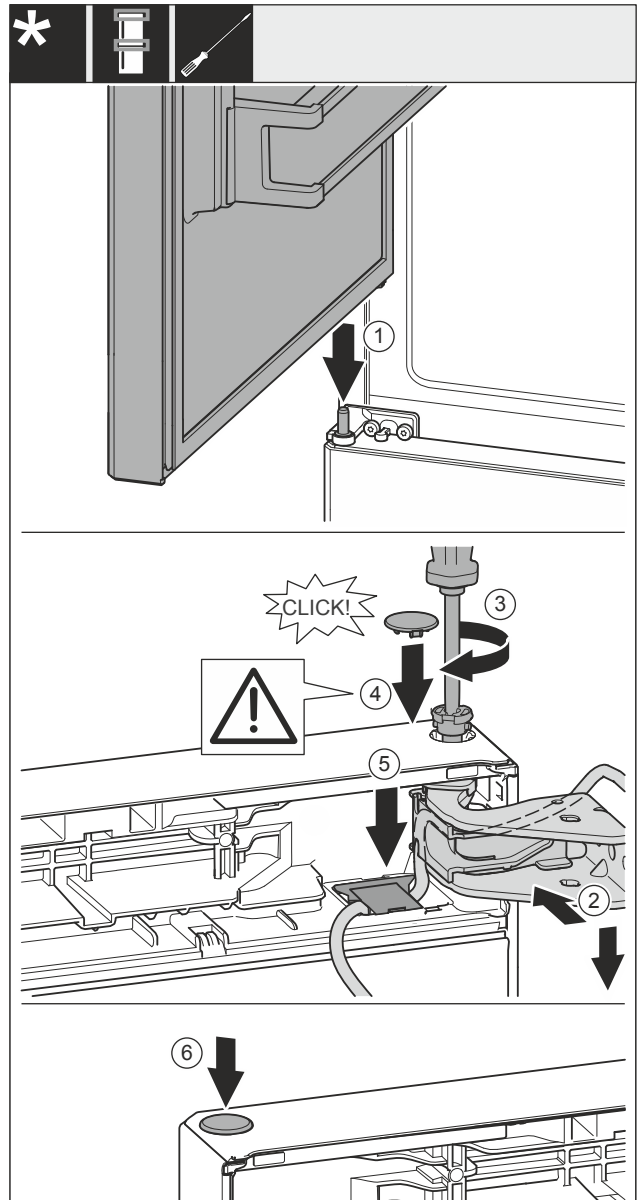

Fig. 60
- ▶ Helyezze rá a felső ajtót a középső csapszegre Fig. 60 (1).
- ▶ Igazítsa be az ajtót fent a csapágybak Fig. 60 (2) nyílásához.
- ▶ Helyezze be a csapszeget Fig. 60 (3), és húzza meg csavarhúzóval.
- ▶ Helyezze be a fedelet Fig. 60 (4).
- ▶ Ellenőrizze, hogy a fedél Fig. 60 (4) felfekszik-e az ajtóra.
- ▶ Helyezze be a fedelet Fig. 60 (5), és nyomja le, míg a helyére nem pattan.
- ▶ Helyezze be a fedelet Fig. 60 (6).